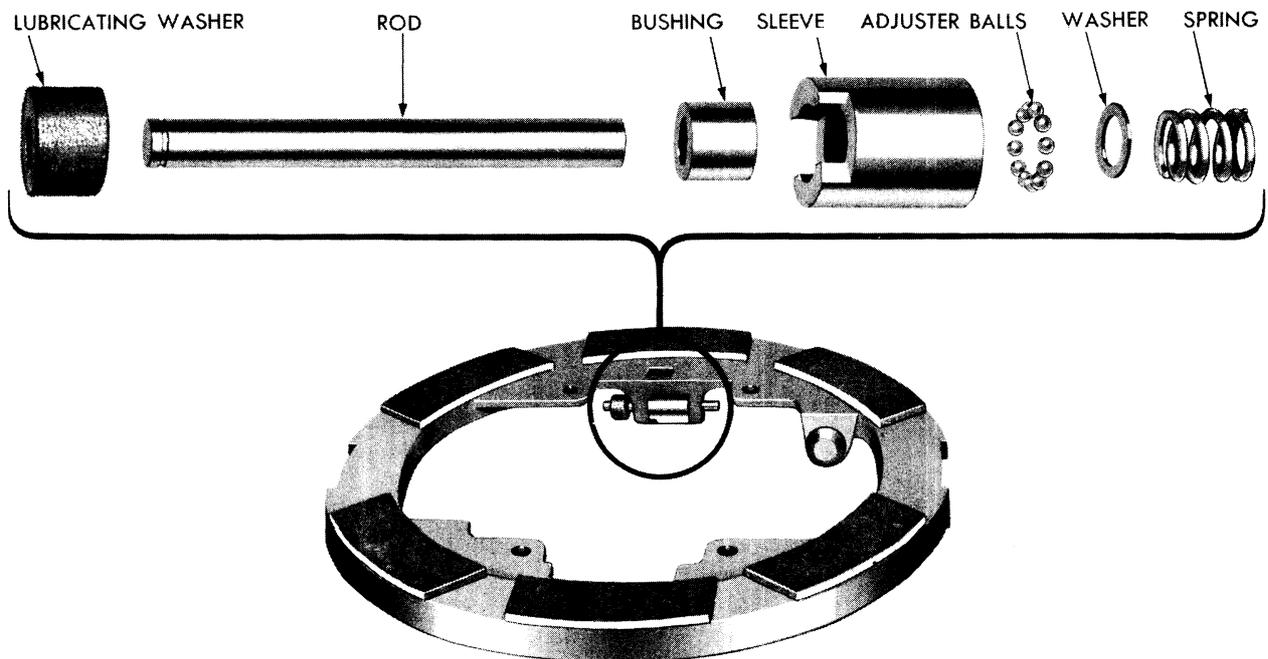

Fig. 42—Automatic Adjuster (Disassembled View)
**d. Automatic Adjusters (Fig. 42)**